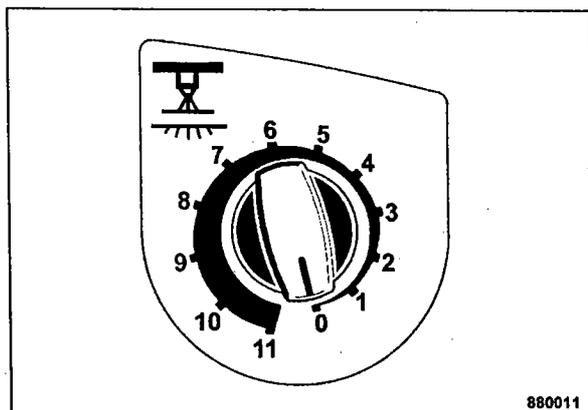

Fig. 64
- Para desconectar el rociado a presión hay que colocar el conmutador de intervalos del rociado a presión (Fig. 64) a posición "0".